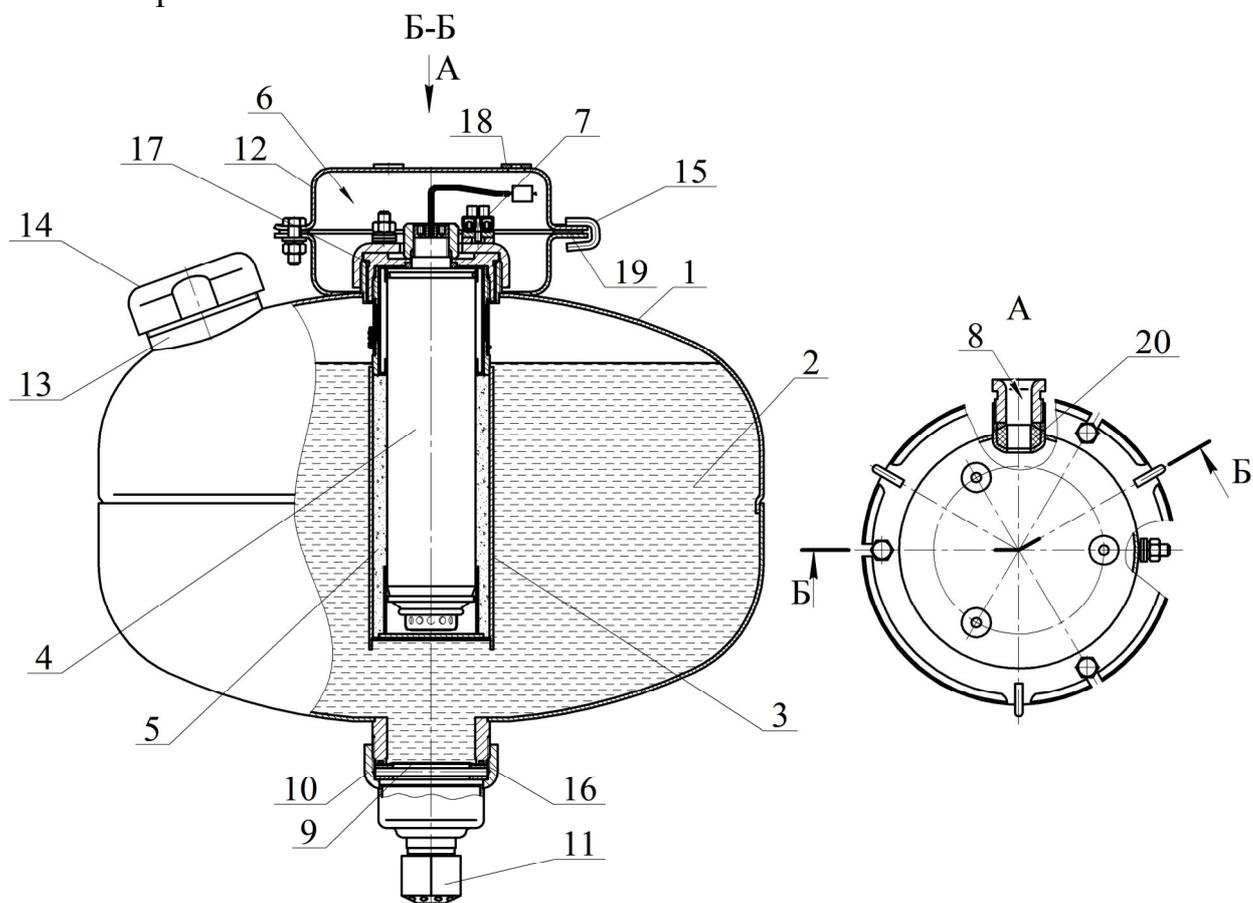

Рисунок 1
1.4.1.1 МУПТВ (см. рисунок 1) состоит из корпуса 1, заправленного жидким ОТВ 2, в котором размещено газогенерирующее устройство 3. В герметичный корпус газогенерирующего устройства со степенью защиты IP68 установлен ИХГ 4 с элементом электропусковым. Зазор между ИХГ корпусом газогенерирующего устройства заполнен пористым искрогасящим материалом 5. Соединительные провода элемента электропускового ИХГ выведены в коробку 6 через герметизированный узел в корпусе МУПТВ, обеспечивающий требуемую (не ниже IP67) степень защиты от внешних воздействий. Наружные концы проводов элемента электропускового (при монтаже по разделу 6 настоящего паспорта) присоединены к зажиму контактного винтового 7, установленному в коробке 6 со степенью защиты IP65. Электрические зазоры и пути утечки между неизолированными токоведущими частями (контактных зажимов и проводников) составляют 1,6 мм. Монтажный кабель через кабельный ввод 8 входит в коробку 6 и подключается к зажиму контактного винтового 7.
После подачи на выводы элемента электропускового электрического импульса ИХГ 4 (см. рисунок 1) генерирует газ, который, проходя через пористый искрога-сящий материал, создает давление внутри корпуса МУПТВ для вскрытия мембра-
2.1.3 Закрепить кронштейн 12 (см. рисунок 1) на потолке. Координаты отверстий в кронштейне приведены на рисунке 5.
Залить в отверстие верхней горловины 13 (см. рисунок 1) воды по ГОСТ 6709-72, СанПиН 2.1.4.1074-01 (температура воды должна быть плюс (от 15 до 25) $^{\circ}\text{C}$ ) объемом  $11,8^{+0,2}$  дм3. Открыть упаковки с жидкими добавками к воде и залить их в отверстие верхней горловины 13.
2.1.6.3 Полученный раствор ОТВ залить в отверстие верхней горловины **13** (см. рисунок 1). Для окончательного приготовления ОТВ открыть упаковки с жидкими добавками к воде и залить их в отверстие верхней горловины **13**.
2.1.8 На выпускную горловину гайки **10** (см. рисунок 1) накрутить до упора насадок-распылитель **11**.